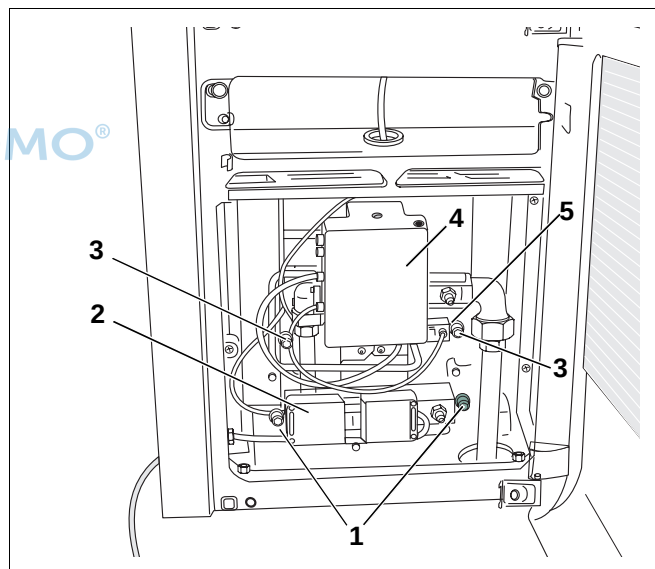

Abb. 39 Brennerreinigung
- Stecker lösen (Abb. 39, **Pos. 2**).
- Muttern der vier Stiftschrauben lösen (Abb. 39, **Pos. 1**) und Brenner herunterziehen, dabei nicht verkanten.
Wechseln Sie den Feuerungsautomaten (Abb. 39, **Pos. 4**) nur bei ausgebautem Gasbrenner.